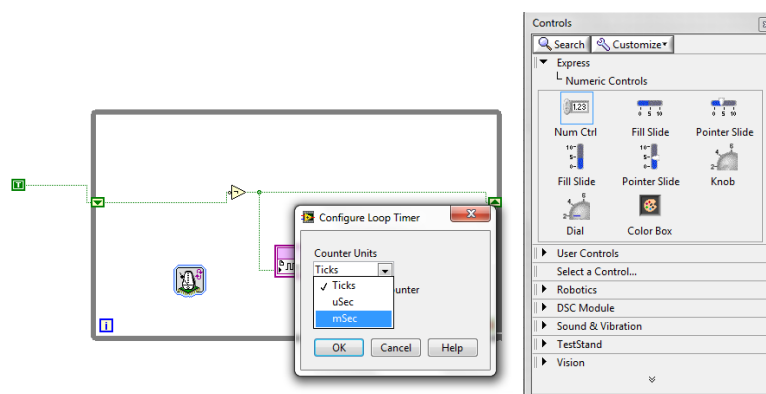

Fig. 44 Configuración del Time Loop.
5. Finalmente se configura el Loop timer haciendo click derecho y seleccionando mSec y en el panel frontal con la barra de Controles incluir un Num Ctrl para conectarlo a la entrada del Loop timer (Fig. 44).